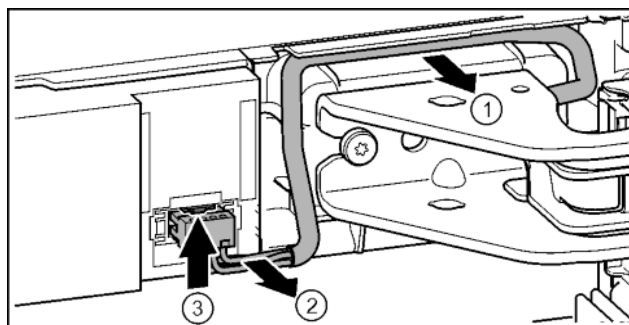

Fig. 23
- ▶ Ostrożnie wyjąć kabel znajdujący się nad płytką zawiasu. Fig. 23 (1)
- ▶ Z kanału ostrożnie wyjąć przewód pleciony. Fig. 23 (2)
- ▶ Nakładkę wcisnąć w górę i ostrożnie wyjąć wtyczkę. Fig. 23 (3)